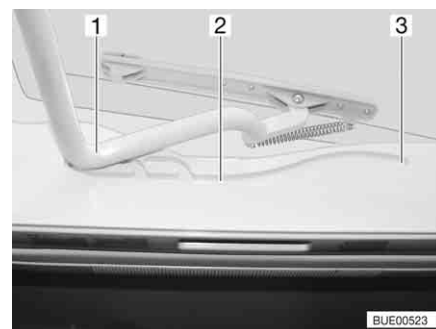

Bild 97 Heki-taklucka, spår
- Dra in bygel (Bild 97,1) i spåret (Bild 97,2) till den bakersta positionen (Bild 97,3).
- Tryck bygel (Bild 97,1) lätt uppåt med båda händerna.
- Drag bygel till önskad position i spåret (Bild 97,2).